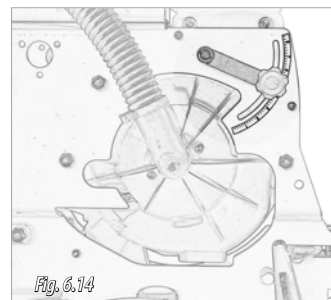

Fig. 6.14
4. Reglați poziția mânerului selectorului (Fig. 6.14) conform verificării distribuției semințelor pe disc. Pentru o reglare corectă a se vedea figura 6.15.